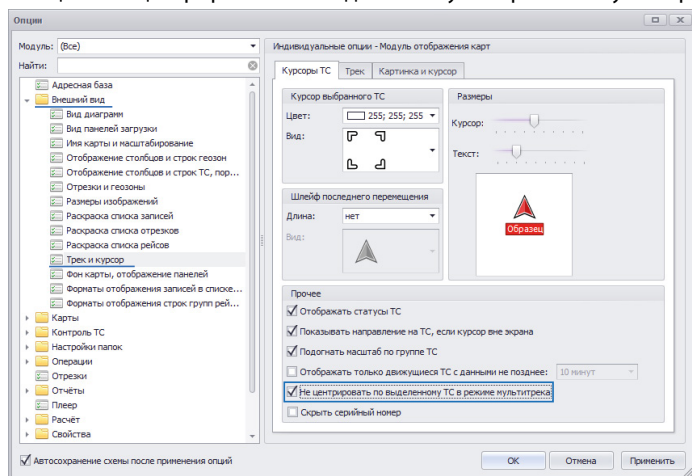

Рис.231. Настройка центрирования карты по основному ТС в режиме мультитрека.
- Карта, на которой отображаются мультитреки, по умолчанию центрируется по курсору основного ТС (на котором установлен курсор Селектора устройств). Для того чтобы отключить центрирование карты по основному ТС, нужно перейти в меню «Опции» в раздел «Внешний вид – Трек и курсор» и на вкладке «Курсоры ТС» установить галочку напротив опции «Не центрировать по выделенному ТС в режиме мультитрека» (**Рис.231**).